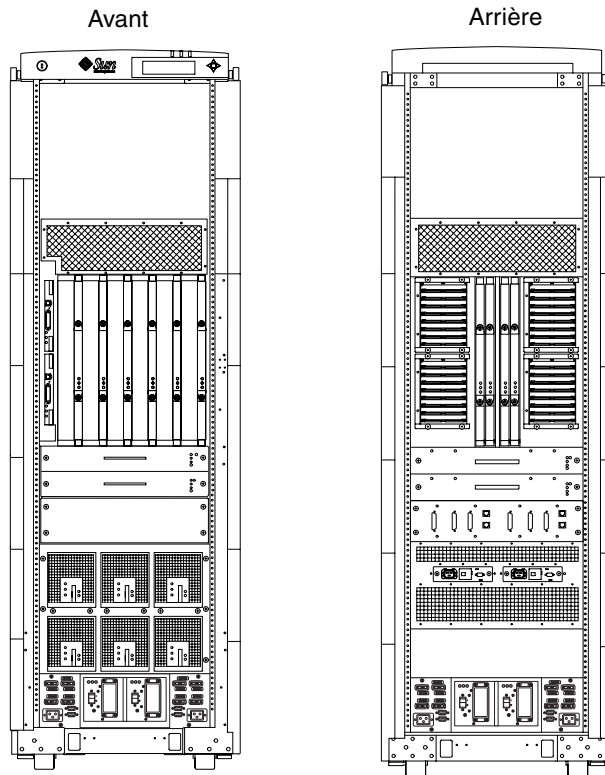

FIGURE 2-1 Système Sun Fire E6900
- FIGURE 2-1 Système Sun Fire E6900 2–2